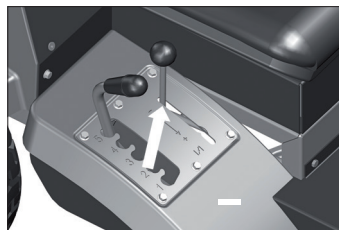
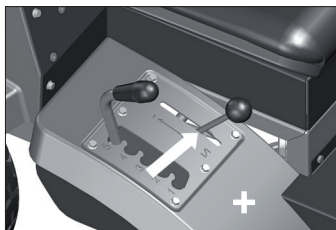
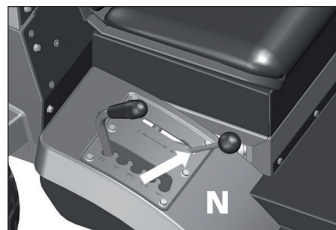

Fig. 01
Fig. 02
Fig. 03
O acelerador possui três posições: rotação mínima (-), [Fig. 01], rotação máxima (+), [Fig. 02] e afogador (N), [Fig. 03].